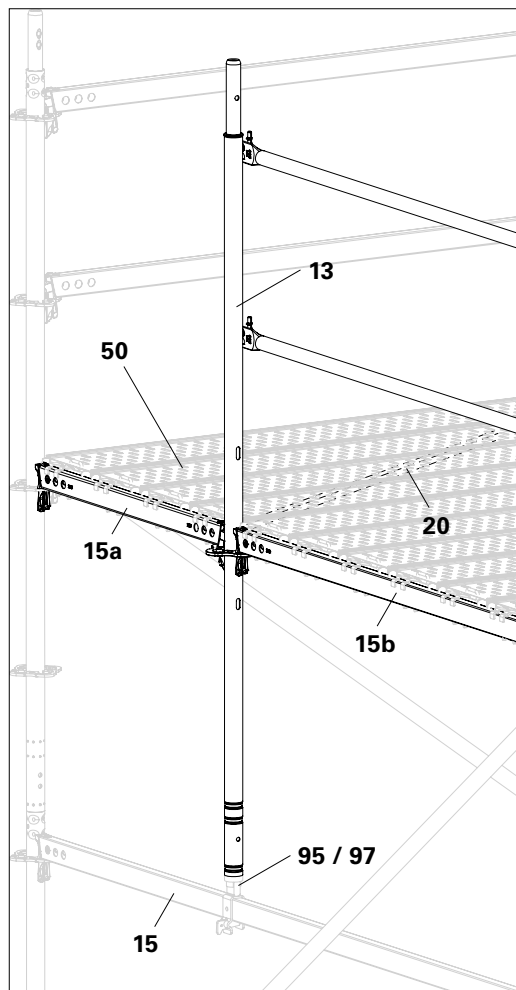

Abb. A11.14
2. Auf Plattenebene 2 passende Horizontalriegel (**15a + 15b**) montieren. (Abb. A11.14)